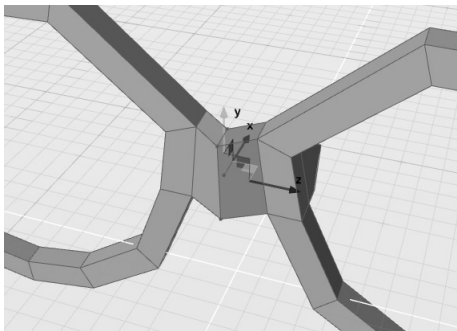

图 6-67 调整循环边位置
6) 按住〈Shift〉键链选整个循环边, 并向眼镜外侧移动(即 X 轴负方向), 调整循环边位置, 如图 6-67 所示。